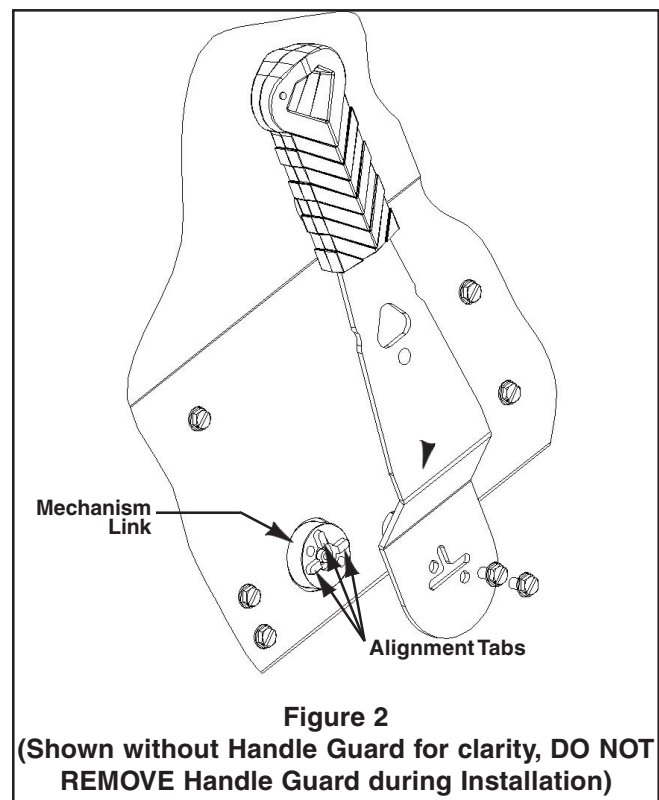

Figure 2
4. Align handle hole pattern with tabs on mechanism and secure with 10-32 X 1/2" thread forming screws provided in kit. See **Figure 2**.
4. Aligner les trous de fixation de la poignée sur les pattes du mécanisme et fixer la poignée au moyen des vis taraudeuses 10-32 x 1/2" provenant du jeu (**figure 2**).